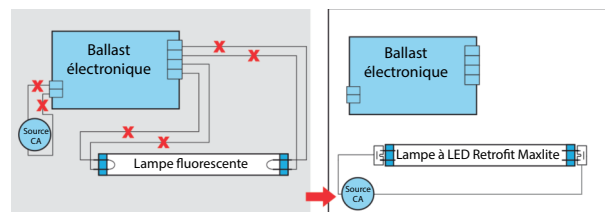

Figure 2. - Modernisation avec une lampe
7. Réaliser le câblage en conformité avec le schéma adéquat (**Figure 2, 3, 4**).